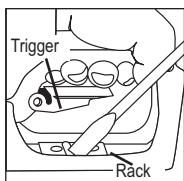

Figure 20
- Place the nozzle on a flat surface. Hold lever in open position and insert a flat-bladed screwdriver along side of the hold-open rack. Pry the rack upward and off the rivets. (*See Figure 20*)
- Placez la lance sur une surface plate. Retenir le levier en position ouverte et insérez un tourne vis plat sur le côté du mécanisme de retenue. Soulevez le support hors de ses rivets. (*Voir Fig. 20*) ATTENTION: Protégez votre visage et toutes les parties exposées de votre corps; portez des lunettes de sécurité.